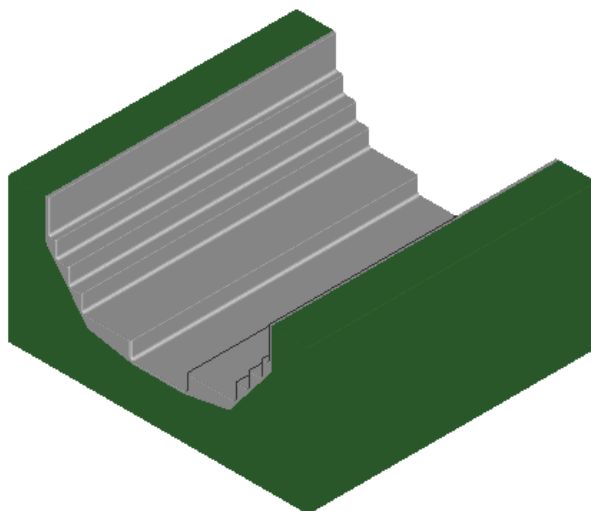

图 5-8
- 双击 MCS_MILL，定义 MCS 与 WCS 重合，如图 5-8 所示。
- 双击 WORKPIECE，定义如图 5-8 所示的零件和毛坯（使用自动块选项），单击 ，为零件指定一种材料，单击 OK。